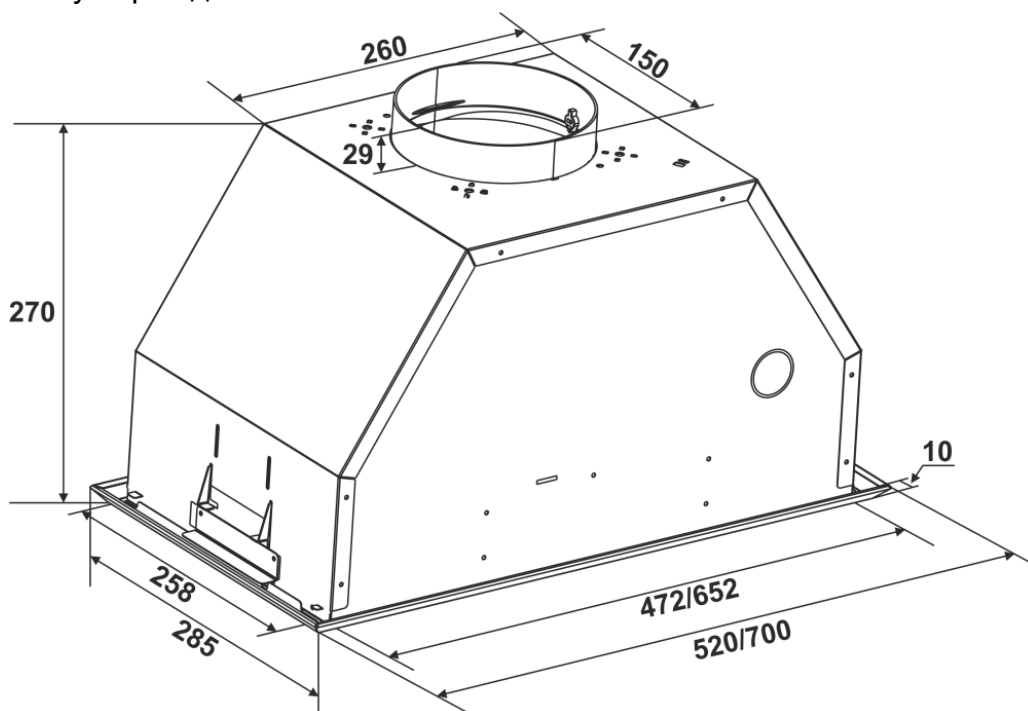

Рис.4
6.4 С учетом установленной высоты и условием прилегания вытяжки до дна нижней полки навесной мебельной шкафы по ранее изготовленному бумажному шаблона разметьте и вырежьте прямоугольное отверстие согласно **габарита АХБ (рис.4)** встроенной части вытяжки.